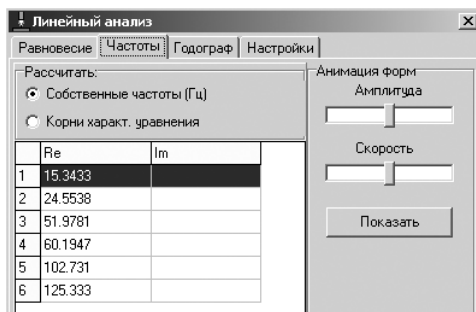

Рис. 2.109. Диалоговое окно **Линейный анализ** с открытой вкладкой **Частоты** и включенным переключателем **Собственные частоты**
- щелкните в диалоговом окне **Линейный анализ** по вкладке **Частоты**. Откроется соответствующая вкладка, см. рис. 2.109.